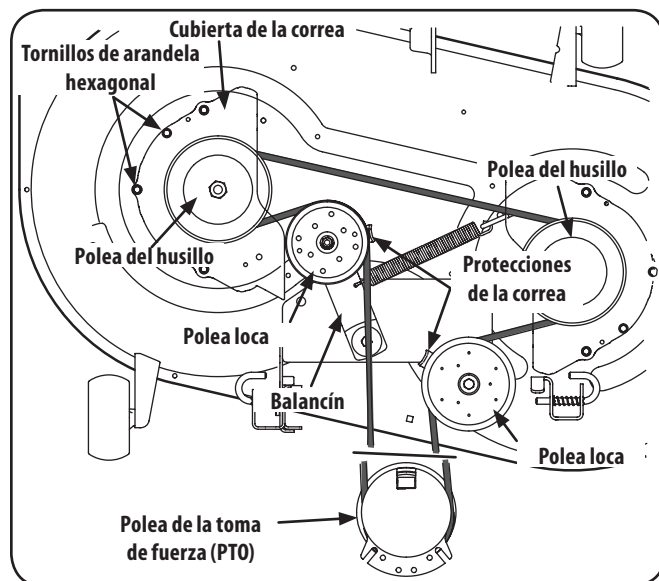

Figura 7-8
2. Retire los tornillos de arandela hexagonal que sujetan las cubiertas de las correas a la plataforma. Consulte la Figura 7-8.
5. Instale la nueva correa alrededor de las poleas del husillo tal como se muestra y reinstale las cubiertas de las correas. Consulte la Figura 7-8.
7. Coloque la correa como se indica en la Figura 7-8 y vuelva a instalar la plataforma (consulte Instalación de la plataforma en la página 30).